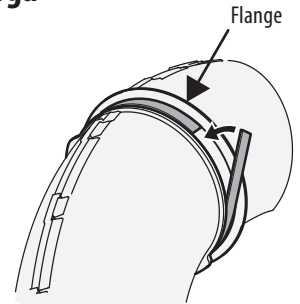

Figura 26
1. Retire el revestimiento de la tira de espuma autoadhesiva (721-04388). Aplíquela al canal superior, a nivel contra la brida como se indica en la Figura 26.